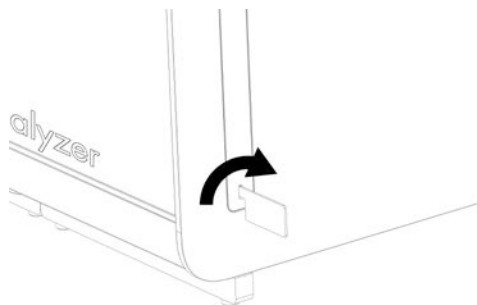

Figura 5. Removendo as coberturas de proteção.
2. Remova as coberturas de proteção da parte lateral do Módulo analítico com a Ferramenta de remoção de coberturas de proteção fornecida com o QIAstat-Dx Analyzer 1.0 (Figura 5, página seguinte).